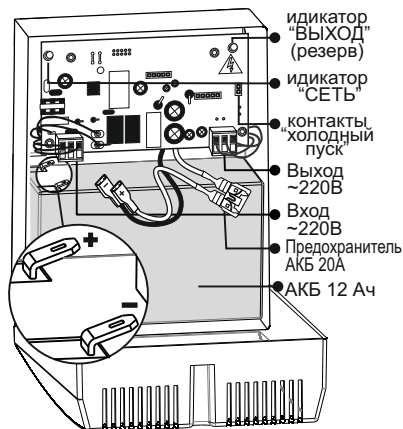
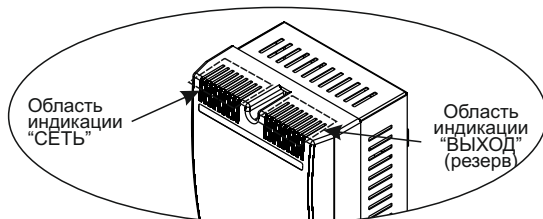

Рисунок 1 - Общий вид изделия.
Рисунок 2 - Области индикации изделия.
Общий вид изделия показан на *рисунке 1*. Конструктивно изделие выполнено в металлопластиковом корпусе настенного исполнения. В верхней части предусмотрена индикация «СЕТЬ» и «ВЫХОД» (резерв) (см. *рисунок 2*). При открытой крышке (см. *рисунок 1*) осуществляется доступ к печатной плате. На плате расположены выходная колодка, сетевая колодка, клеммы для подключения АКБ и контакты «холодный пуск». В нижней части корпуса размещается АКБ, емкостью до 12 Ач. Подключение изделия к источнику сетевого напряжения осуществляется через шнур сетевого питания.
2. Чтобы полностью выключить изделие, необходимо отсоединить перемычку «АКБ+» от аккумуляторной батареи (см. *рисунок 1*).
1. Для этого необходимо, кратковременно замкнуть контакты «холодный пуск» (см. *рисунок 1*). Изделие перейдет в режим питания нагрузки от АКБ. Индикатор «ВЫХОД» (резерв) должен засветиться.